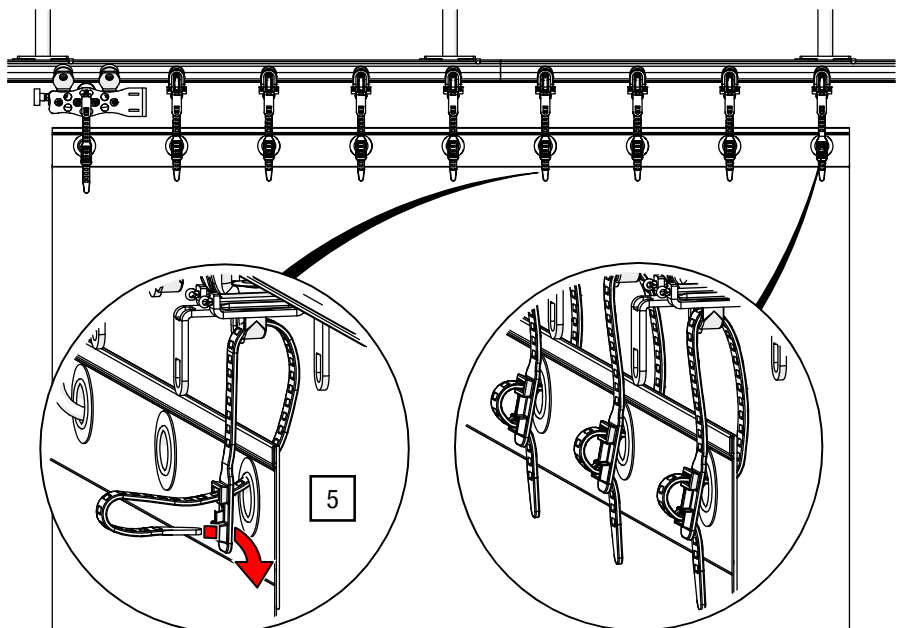

Abb. 73: Innenlagen – Softbinder schließen
5. Stellen Sie die Innenlagen bündig mit dem Boden ein, schließen Sie den Softbinder und sichern Sie das Ende im zweiten Loch (siehe Abb. 73).